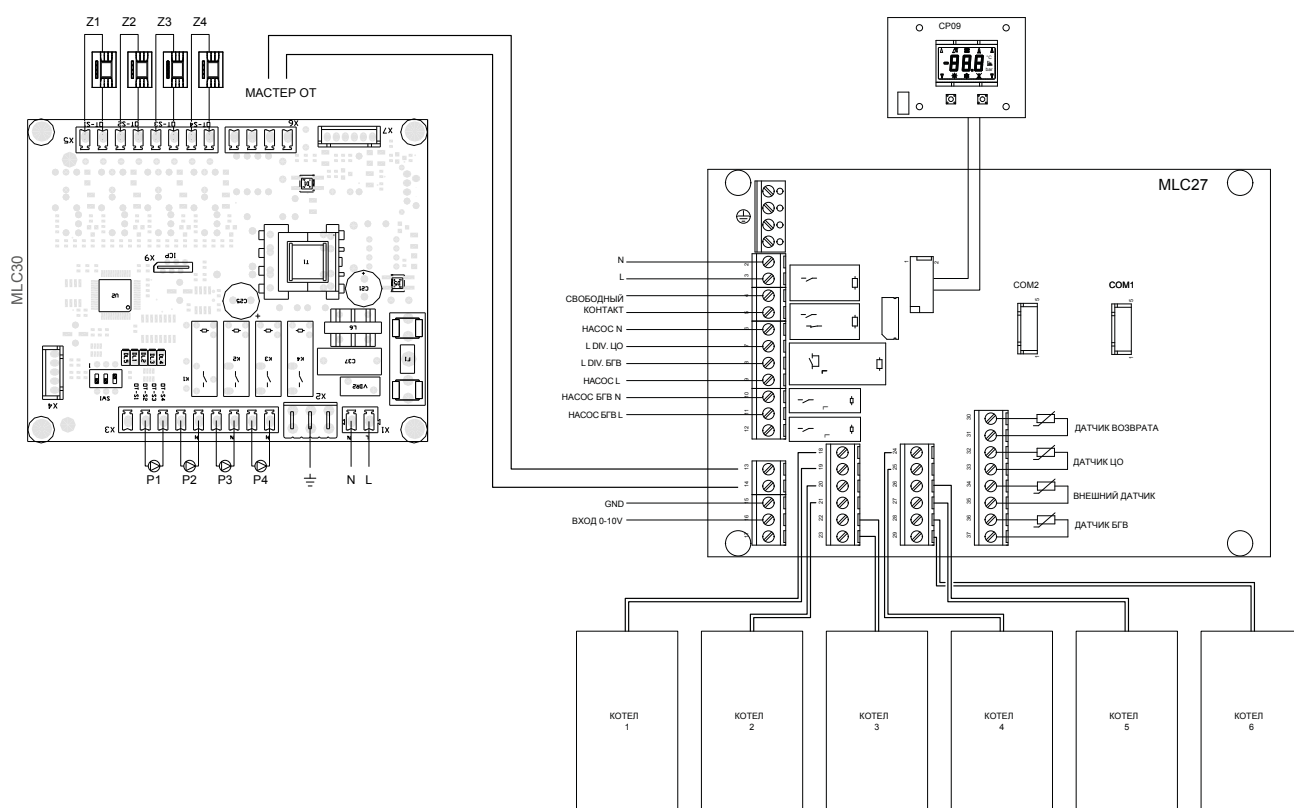

Рисунок 44 Схема электрических соединений MLC 27 и MLC30 для Ewa System с каскадной системой и 4 зонами высокой температуры (радиаторы)
С помощью кнопок регулировки температуры можно увеличить (14) или уменьшить (15) температуру в диапазоне от 25 до 80 °C (см. рисунок 44). При нажатии кнопок дисплей загорается, а рядом со значением температуры нагрева мигает символ °C.